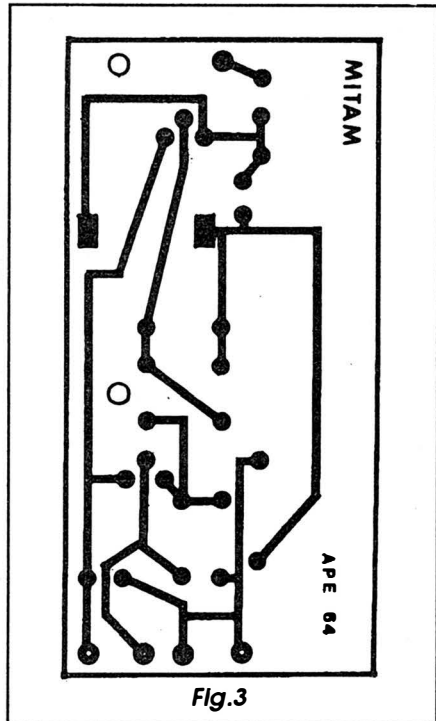

Fig. 3
- FIG. 3 - LAY OUT DO CIRCUITO IMPRESSO ESPECÍFICO - Em virtude do posicionamento da bobina e do trimmer sobre a própria placa (o projeto foi desenvolvido assim visando a melhor estabilidade possível de frequência, restringindo automaticamente os comprimentos das ligações e tornando os componentes mais críticos fixos com relação ao restante da montagem...), esta inevitavelmente tornou-se não muito pequena... Como consequência, foi possível descongestionar bastante tanto o traçado do padrão cobreado, quanto o próprio posicionamento dos demais componentes (conforme veremos na próxima figura...). Resultou, então, um lay out bastante fácil de copiar, sendo que o leitor/hobbysta tanto poderá usar os convencionais (e ótimos, em termos de acabamento...) decalques, quanto traçagem à base de tinta ácido-resistente,